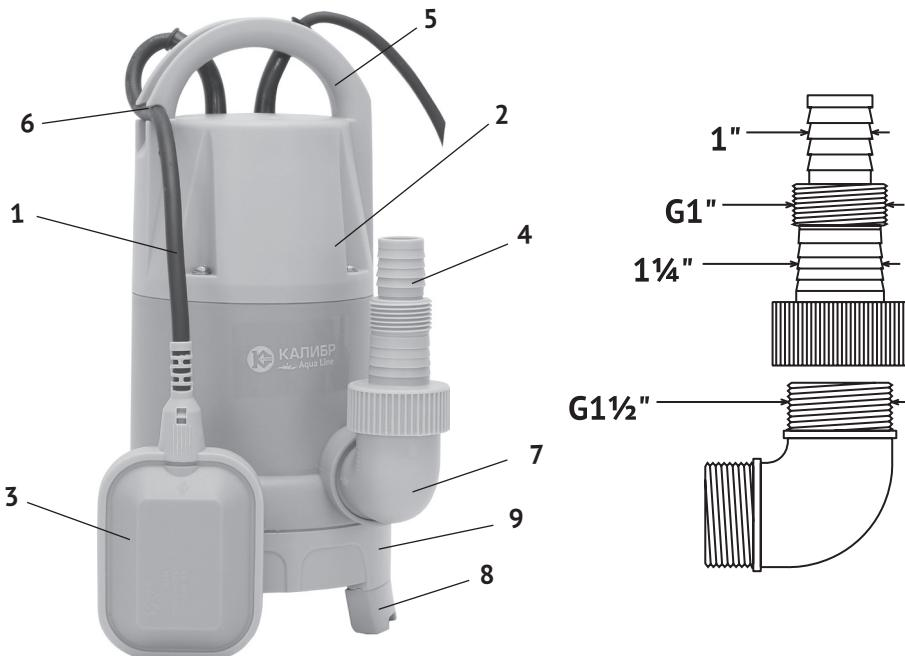

рис.1
4.1 Общий вид насоса представлен на рис.1
4.2 Двигатель и насос расположены в пластиковом корпусе (рис.1 поз.2). Насос приводится в действие асинхронным двигателем переменного тока. Подключение насоса к сети осуществляется кабелем питания со штепсельной вилкой с заземляющим контактом. Насос начинает работу при подключении к сети питания.
Насос обладает функцией изменения размера пропускаемых частиц. При положении ножек-трансформеров (рис.1 поз.8) как показано на рис.1, водо-зaborные отверстия полностью открыты – размер пропускаемых частиц максимальный – 35 мм. Подогнув ножки внутрь корпуса нагнетателя (рис.1 поз.9), уменьшаем зазор для прохода воды до 5 мм – минимальный размер пропускаемых частиц.
6.2 Вкрутите в выходной патрубок (рис.1 поз.10) угловой штуцер (рис.1 поз.7) с предварительно прикрученным к нему выходным штуцером (рис.1 поз.4). Смонтируйте и присоедините к выходному штуцеру напорную магистраль.
6.4 Для установки других пределов регулировки, следует изменить вылет поплавка относительно места крепления его кабеля (рис.1 поз.1) на рукоятке
(рис.1 поз.6). Проверьте, что уровень воды в пределах поля регулирования по отношению к перекачиваемому объёму, не потребует от насоса 30-ти и более выключений в час. Частые коммутации выключателя сокращают срок службы насоса.
6.5 Привяжите верёвку (трос) к ручке (рис.1 поз.5) насоса. Кабель питания можно закрепить на этой верёвке.